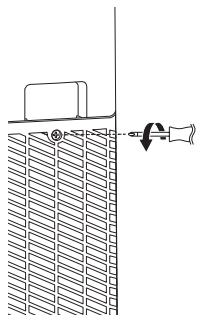

Figura 1
1. Scoate șurubul de pe grila de protecție spate cu o șurubelniță de mână cu cap cruce de tip PH2 (Figura 1).